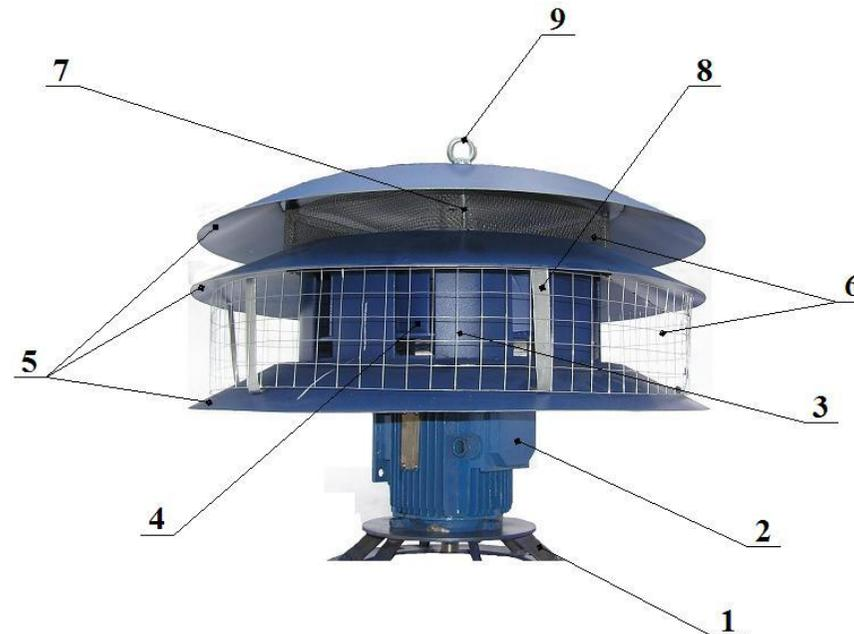

Рис. 1
Сирена состоит из следующих составных частей (рис.1): основание (1), электродвигатель (2), статор (3), ротор (4), защитные крышки (5), сетки (6), стойки (7), кронштейны (8), петли (9).